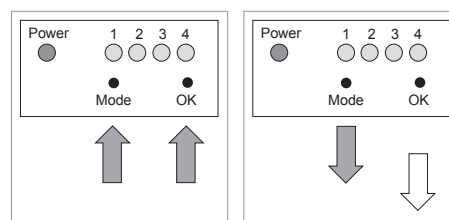

Fig. 11 De thermostaten afleren
- Laat eerste de "OK" knop en daarna de "Mode" knop los (zie fig. 11).